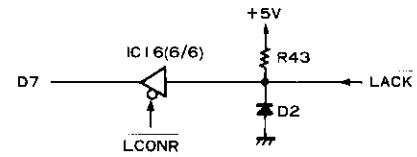
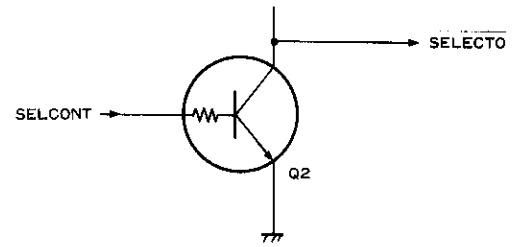

図11-18 アクリッジ読み取り回路
図11-19 セレクト回路
①LD 7000系からのリモコンに対する、アクリッジ信号(LACK)のL/HレベルはLCONレジスタビット7を介して、CPUが読み取れる。(図11-18)
②SELECTOはLD 7000系へのコントロール出力で
③したがってLREMOを有効にするためにはSELECTOをLとする。(図11-19)